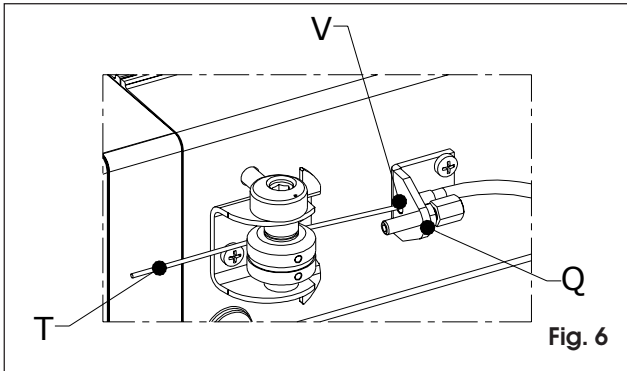

Fig. 6
- 8) Far scorrere tutto il cavo **T** nella guaina **U**; inserire poi in cavo **T** nel foro **senza registro V** della squadretta **Q**, come in Fig.6.
- 8) Thread the entire cable **T** into the sheath **U**. Then insert cable **T** into the hole **without adjuster screw V** on bracket **Q** as shown in Fig.6.
- 8) Faire passer le câble **T** dans la gaine **U**, puis dans le trou **sans la vis de réglage V** de la patte-équerre **Q**, comme indiqué en Fig.6.
- 8) Pasar todo el cable **T** por la vaina **U** y, a continuación, insertarlo en el orificio **sin registro V** de la escuadra **Q** (Fig. 6).
- 8) Ganze Kabellänge **T** in Hülle **U** einführen, Kabel **T** dann in die Bohrung **ohne Register V** von Winkel **Q** einziehen, s. Abb. 6.